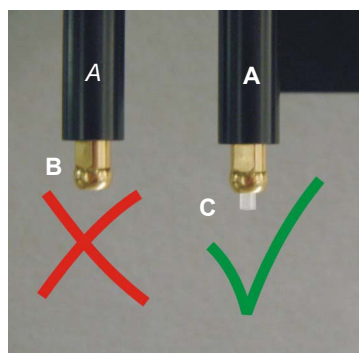

Fig. 7-35 Tubo di pipettaggio MultiSense
- ♦ Assicurarsi di non spingere indietro il tubo nell'adattatore del puntale. Deve sporgere come mostrato nella Fig. 7-35 "Tubo di pipettaggio MultiSense", Fig. 7-66.